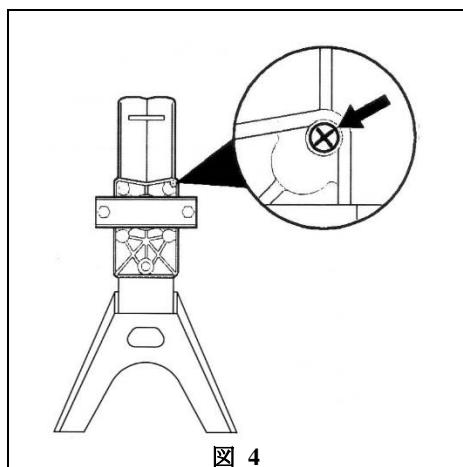

図 4
ウッドボーイには、オイルタンク内の気圧を一定に(大気圧と等しく)するために、図 4 に示す位置にエアーベント(空気穴)があります。
- 薪割り作業をするときはフレームのエッチ側端面にあるエアーベントスクリュー(図 4 参照)を3~4回転弛めます。
- 運搬するときは油漏れ防止のためエアーベントスクリュー(図 4 参照)を軽く締め付けておきます。